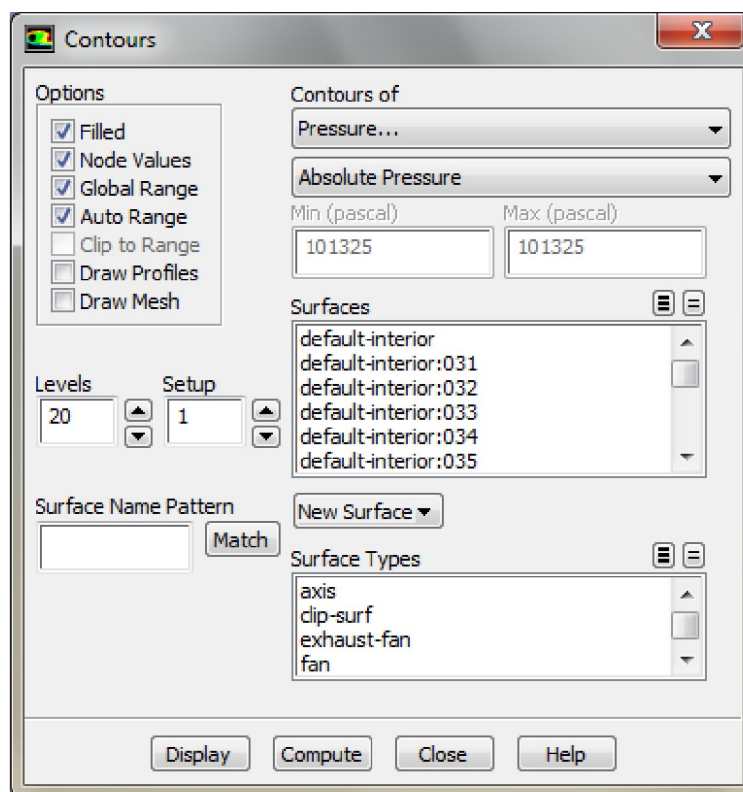

Рисунок 2.36 – Меню настройки полей распределения давления
- В появившемся окне (рисунок 2.36) во вкладке *Contours of* следует выбрать *Pressure...* и *Absolute Pressure*.